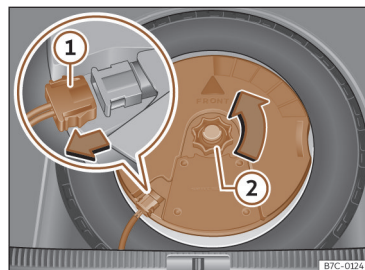

Fig. 232 Dans le coffre à bagages : démonter le subwoofer.
- Déconnectez le câble du haut-parleur subwoofer >>> fig. 232 ①.
- Dévissez la molette de fixation en la tournant dans le sens inverse des aiguilles d'une montre >>> fig. 232 ②.